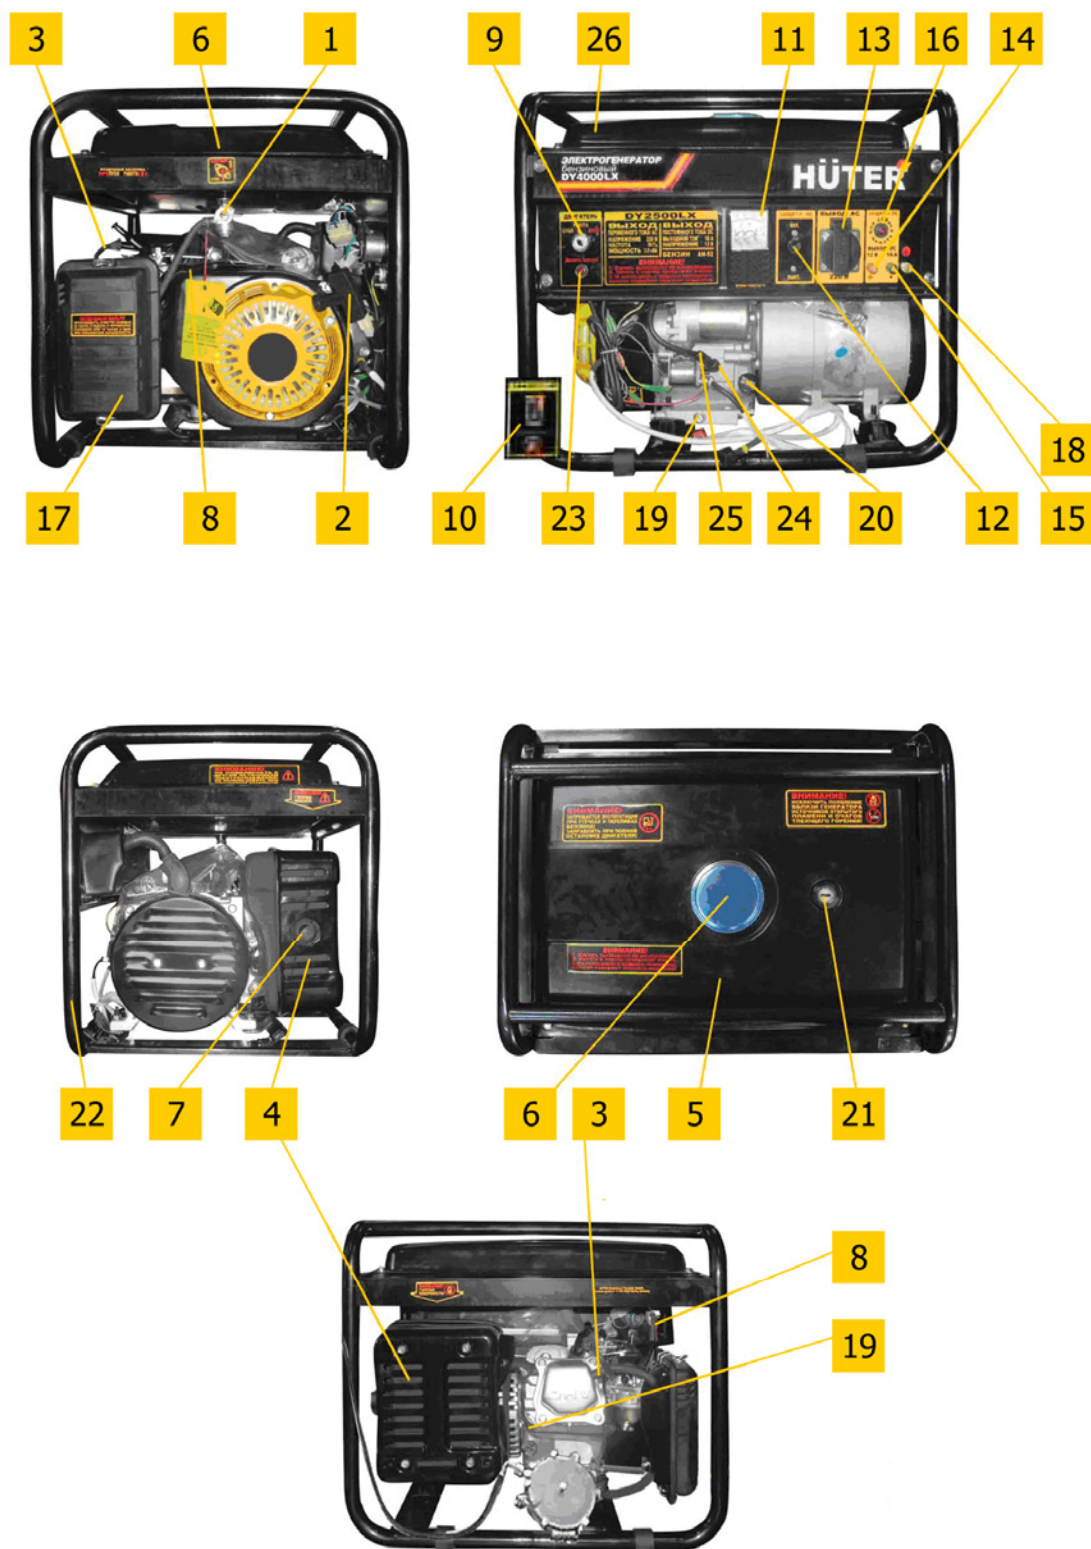
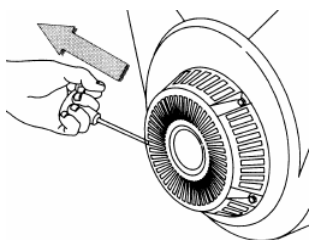

Рис. 1
Рис. 2
- Вывинтить щуп (поз.20 рис.1) и залить в картер масло соответствующего типа (таблица 2) до нижнего края горловины. Вставить чистый сухой щуп в горловину картера и вынуть его. Проверить уровень масла: граница смоченной области щупа должна располагаться между отметками минимального и максимального уровней.
- При установке генератора следует подключить к резьбовой клемме (поз.18 рис. 1) проводник заземляющего устройства, удовлетворяющего требованиям раздела «Обеспечение требований безопасности».
- Отключить все потребители переменного тока от генератора, переведя рычаг автоматического выключателя (поз. 12 рис. 1) в отключенное положение «0», отсоединить потребители постоянного тока от клемм (поз. 14, 15 рис. 1).
- Открыть топливный кран (поз. 1 рис. 1, см. также рис. 3)
- Перевести рычаг управления воздушной заслонкой (поз. 8 рис. 1) в крайнее левое положение при пуске холодного двигателя и в промежуточное положение при пуске прогретого двигателя
- Перевести выключатель двигателя (поз. 9 рис. 1) в отключенное положение «0».
- Плавно вытянуть до упора трос ручного стартера за ручку (поз. 2 рис. 1) и вернуть в исходное положение (см. также рис. 2).
- Перевести выключатель двигателя (поз. 9 рис. 1) во включенное положение «1».
- При ручном пуске придерживая генератор за раму, резко с интенсивным усилием вытянуть трос стартера до упора (рис. 2), повторив действие несколько раз при необходимости.
- Если двигатель не запускается, следует изменить положение рычага воздушной заслонки, сдвигая его вправо тем больше, чем выше температура двигателя и окружающего воздуха, затем повторить пуск с помощью стартера. Включение электрического стартера производится поворотом ключа выключателя (поз.9 рис.1) в крайнее правое положение «пуск». Сразу после пуска двигателя отпустить ключ для обеспечения его самовозврата в среднее положение. При срабатывании защиты (поз.26 рис.1) нажать сброс после остывания автоматического выключателя.
- При работе на бензине после прогрева двигателя в течение времени около 10-40 секунд, в зависимости от начальной температуры, перевести рычаг заслонки (поз. 8 рис. 1) в крайнее правое положение, если при этом двигатель работает неустойчиво вернуть рычаг заслонки (поз. 8) в прежнее положение и обеспечить завершение прогрева.
- Подключить к разъемам генератора потребители, соответствующие требованиям раздела «Обеспечение требований безопасности». Полная мощность (сумма активной и реактивной мощностей) всех подключаемых потребителей в стационарном режиме не должна превышать значений номинальной мощности, указанных в Таблице 1. Не допускается длительное превышение номинальной мощности более, чем на 10% свыше номинального значения. Включить автоматический выключатель (поз. 12 рис. 1), установив его рычаг управления в положение «1».
- При работающем генераторе отключить автоматический выключатель (поз. 12 рис. 1), отсоединить потребители постоянного тока от клемм.
- Закрыть топливный кран (поз. 1 рис. 1).
- 6.1 Наличие и величина напряжения переменного тока индицируется и измеряется вольтметром (поз. 11 рис. 1).
- 6.2 Причиной отсутствия напряжения при работающем генераторе может служить срабатывание автоматических выключателей защиты цепей от перегрузки (поз. 12, 16 рис.1). В этом случае следует устранить причину перегрузки и нажать кнопку или клавишу сброса соответствующего автоматического выключателя после его остывания.